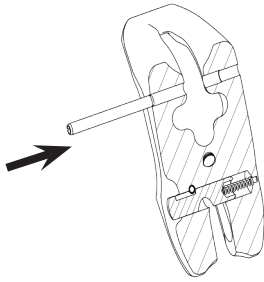

Abb. 25:
2. Schlagen Sie bei einer erneuten Verwendung einen neuen passenden original-RUD-Sicherungsstift ein (Richtung analog Abb. 25).